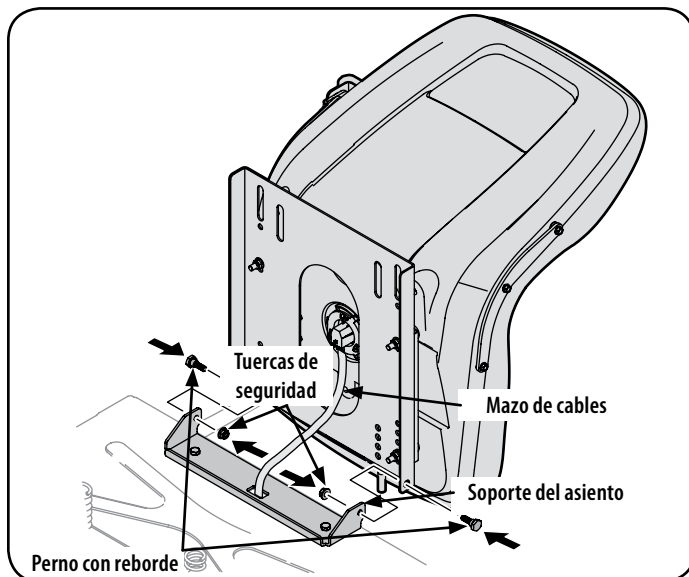

Figura 3
3. Gire el asiento hasta la posición deseada y asegúrelo en su lugar con los pernos con reborde y las tuercas de seguridad que extrajo antes. Tenga cuidado de no doblar o dañar el cableado mientras instala el asiento. Vea la Figura 3.